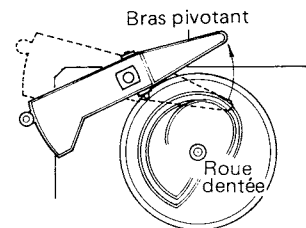

Fig. 5-1.
2. Tourner la roue dentée centrale de façon à amener l'extrémité du bras pivotant à proximité de la périphérie de la roue. Lever sans forcer l'extrémité du bras pivotant et la dégager des dents de la roue (Fig. 5-1).